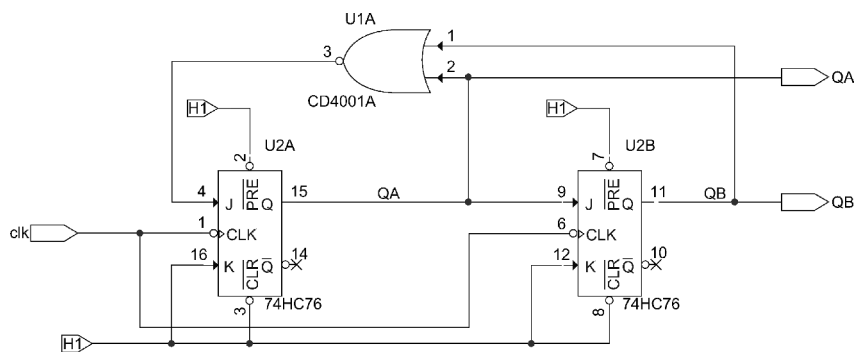

图 20.42 模量 3 型计数器
8. 打开 counter 原理图，删除数字时钟信号源。如图 20.42 所示，分别在 clk、QA 和 QB 导线上放置层端口。按照第 7 步的具体操作，将 QA 和 QB 层端口类型设置为 output。保存并且关闭原理图。